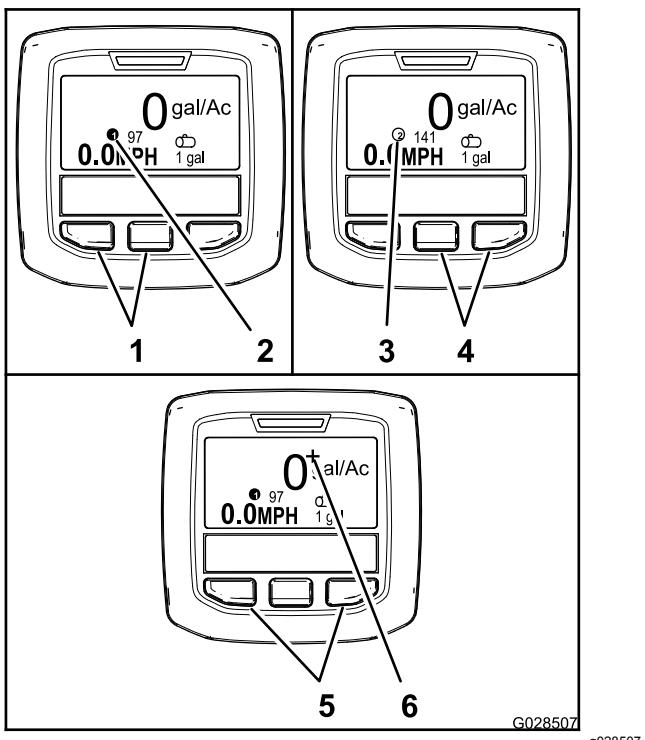

Figura 66
• Para selecionar a taxa de aplicação 1, pressione os dois botões esquerdos no InfoCenter (Figura 66).
- Para selecionar a taxa de aplicação 2 (taxa de aplicação), pressione os dois botões direitos (Figura 66).
- Para aplicar um aumento temporário da taxa de aplicação, mantenha premidos os dois botões exteriores (Figura 66).